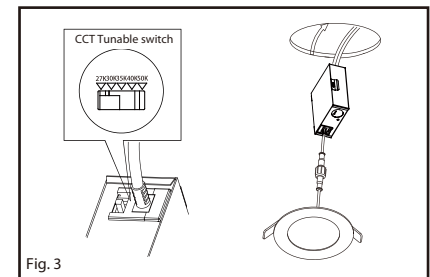

Fig. 3
3. Connect junction box to recessed LED panel with the quick lock connector. (Fig. 3)
4. Move the slide switch to your appropriate light color (2700K / 3000K / 3500K /4000K / 5000K). Place junction box into the ceiling through cut-out. (Fig. 3)
3. Connectez la boîte de jonction au panneau LED encastré avec le connecteur à verrouillage rapide. (Fig. 3)
4. Déplacez le commutateur pour choisir la couleur de lumière appropriée (2700K / 3000K / 3500K / 4000K / 5000K). Placez la boîte de jonction dans le plafond à travers la découpe. (Fig. 3)